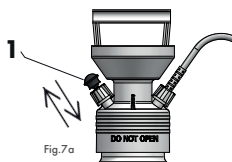
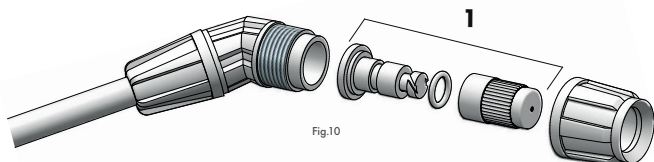
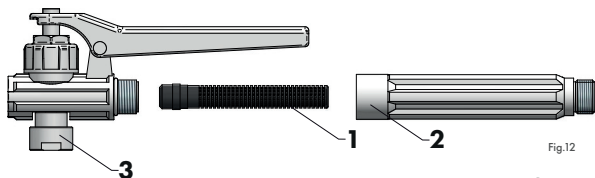

Fig. 7a
Fig.10
Fig.12
Pour vider la pression du réservoir (fig. 1/pos. 8) il faut tirer la tête de la soupape de sécurité (fig. 7a/pos. 1) et la soutenir en cette position pendant au moins 10 secondes, jusqu'à au vidage complet de la pression.
Visser la pompe et bouger la tige de piston plusieurs fois (fig. 7c) jusqu'à ce que la soupape de sécurité s'ouvre automatiquement (fig. 7a). Il faut faire attention à garder toujours l'étanchéité du raccord. Lorsque le fonctionnement de la soupape est correct, le mandrin de la soupape (fig. 7a/pos. 1) se lève en haut (la soupape s'ouvre) et on pourra entendre le bruit de l'air s'échappant.
Transférer le pulvérisateur sur le lieu de travail. En faisant des mouvements avec la tige de piston (fig. 7c) pomper (environ 20 mouvements complets) jusqu'à ce que la soupape de sécurité soit actionnée (fig. 7a/pos. 1). L'ouverture de la soupape de sécurité (fig. 7a/pos. 1) signifie que la pression dans le réservoir est maximale. Il faut contrôler la valeur de la pression dans le réservoir au moyen du manomètre (fig. 12/pos. 3).
Diriger l'extrémité de la buse (fig. 10) sur l'endroit à pulvériser.
Durant le travail, le niveau de pression dans le réservoir diminuera. Il faut contrôler sa valeur au moyen du manomètre (fig. 12/pos. 3). Augmenter la pression dans le réservoir par le pompage.
Au moyen du gicleur réglable, (fig. 10/pos.1) il est possible de régler le débit d'agent de pulvérisation. En vissant ou dévissant l'extrémité du gicleur, il est possible d'obtenir des différents niveaux de pulvérisation – à partir de la brume jusqu'au flux continu.
Chaque fois après l'achèvement du travail, il faut précisément rincer le pulvérisateur avec de l'eau propre. Vider la pression du réservoir (fig. 1/pos. 8) en tirant la tête de la soupape de sécurité (fig. 7a/pos. 1). Dévisser la pompe (fig. 1/pos. 5), du réservoir (fig. 1/pos. 8) verser de l'eau propre (environ 0,25 de la contenance du réservoir), visser la pompe (fig. 1/pos. 5) pour obtenir la connexion étanche et pomper le réservoir. Pour rincer le système de l'appareil, il faut appliquer l'agent sur les surfaces pulvérisées au préalable. Après l'achèvement, il faut verser la pression du réservoir (fig. 1/pos. 8) au moyen de la soupape de sécurité (fig. 7a/pos. 1) et dévisser la pompe (fig. 1/pos. 5). Verser le reste d'eau du réservoir.
Le pulvérisateur doit être entreposé **SANS PRESSION** en température de +5°C à +35°C dans un endroit embagré, éloigné des radiateurs et hors de portée des enfants. Il est recommandé de dévisser la pompe (fig. 1/pos. 5) de la tête (fig. 1/pos. 4). Avant toute chaque non-utilisation prolongée, il faut nettoyer périodiquement le filtre (fig. 12/pos. 1) installé dans la buse (fig. 12/pos. 2) et le gicleur réglable (fig. 10/pos. 1) installée sur l'extrémité de la buse (fig. 1/pos. 1).
Gicleur réglable bouché sur l'extrémité de la buse (fig. 10/pos. 1).	Démonter l'extrémité de la buse et enlever le gicleur réglable (fig. 10/pos. 1). Il est possible de le démonter – nettoyer et monter.